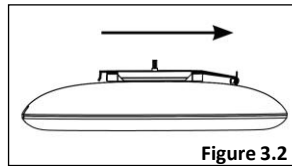

Figure 3.2
- Faites glisser la plaque de montage vers la droite jusqu'à ce qu'elle se désengage de la plaque du boîtier. [Fig. 3.2]